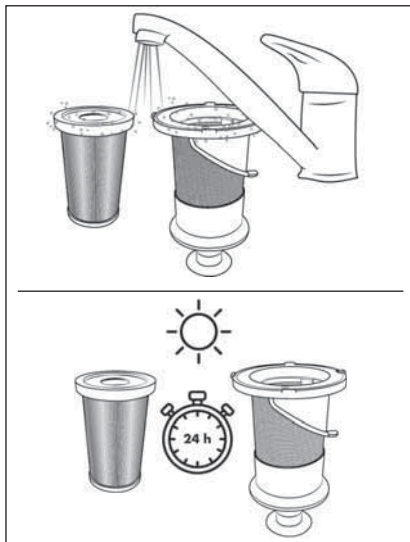

Rys. 21
- 4) Wyjmij filtr EPA **5** z filtra ze stali nierdzewnej **6**, sięgając do otworu filtra EPA **5** i wyciągając go z filtra ze stali nierdzewnej **6** (patrz rys. 21).